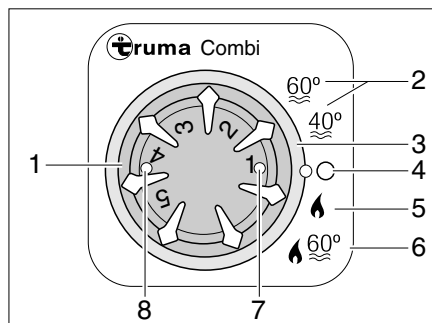

Fig. 109 Unité de commande pour chauffage/chauffe-eau
- Régler le mode de fonctionnement avec l'interrupteur rotatif (Fig. 109,3).
Le chauffage règle le degré d'allumage automatiquement en fonction du niveau de chauffage réglé. En mode de fonctionnement "Chauffage et chauffe-eau" (Fig. 109,6), l'eau du chauffe-eau est également chauffée. Le chauffage peut être exploité avec un chauffe-eau vide dans le mode de fonctionnement "Chauffage sans chauffe-eau" (Fig. 109,5).
- Régler le bouton tournant de température (Fig. 109,1) de l'unité de commande sur le niveau de chauffage désiré.
- Régler l'interrupteur rotatif (Fig. 109,3) sur régime hiver "Chauffage sans chauffe-eau" (Fig. 109,5) ou sur régime hiver "Chauffage et chauffe-eau" (Fig. 109,6).
Le voyant de contrôle vert (Fig. 109,7) s'allume.
- Régler l'interrupteur tournant (Fig. 109,3) sur "O" (Fig. 109,4).